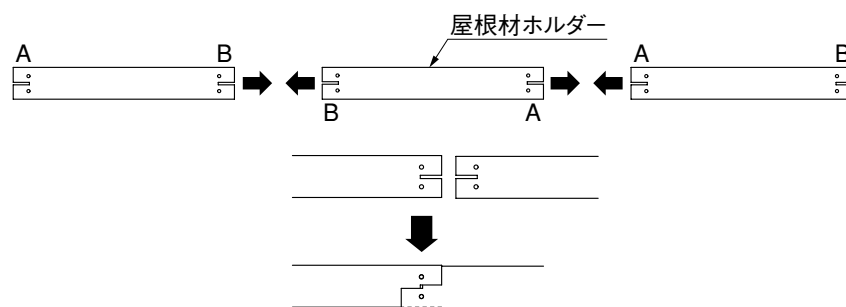

図5-9
- 2本目以後の取付けは、1本目の屋根材ホルダーと反対向きにして、切り込み部分をかみ合わせるように取付けてください。(図5-9参照)